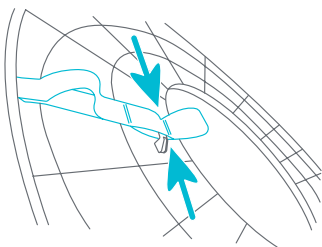

Fig. 4c
- Correas de la tapa superior:** Coloque la correa en la ranura de almacenamiento que se encuentra debajo de la tapa superior. Sujete la correa y coloque el segundo aro en las lengüetas. Repítalo para las otras 2 correas (Fig. 4c).